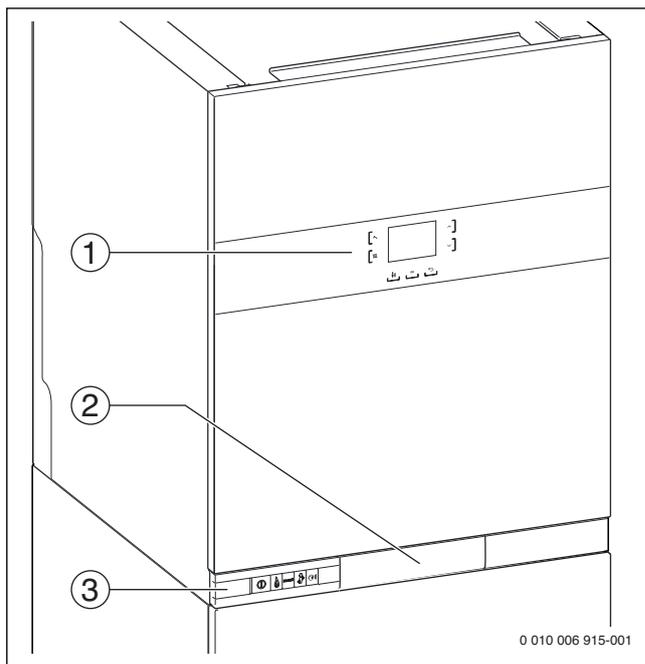

Bild 7 Übersicht der Bedienelemente
- Bedieneinheit im Gerät eingebaut, für Außentemperaturgeführte Regelung (→ Bild 7).